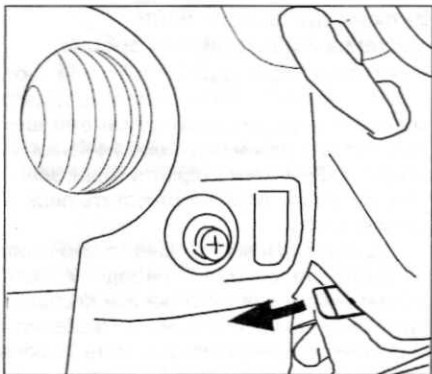

Рис. 7. Рычаг регулировки положения рулевой колонки
- Автомобиль должен быть неподвижен. Отрегулируйте положение сиденья. Отожмите блокирующий рычаг от себя, чтобы снять блокировку с регулятора положения рулевой колонки (рис. 7).